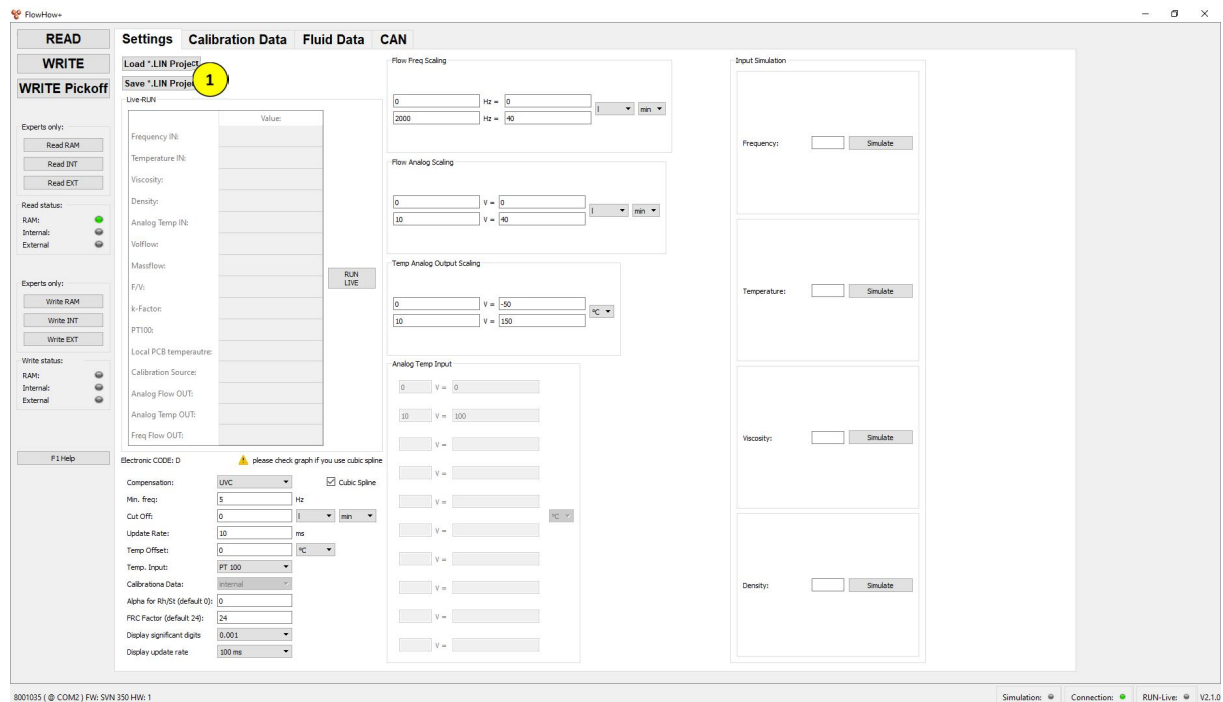

Abb. 19 \*.LIN Project speichern
- Schaltfläche „Save \*.LIN Project“ im Tab „Settings“ (1) drücken und als Datei abspeichern. [Abb. 19]